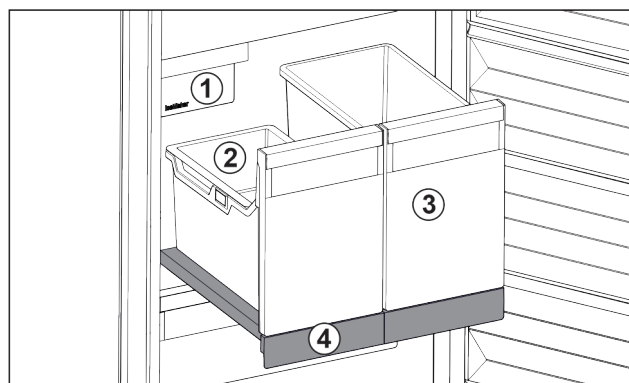

Fig. 98 Uttreksplate med IceTower
Det er to høye beholdere (IceTower) på uttreksplaten. I beholderen Fig. 98 (2) blir isbiter fra IceMaker samlet og lagret. Beholderen Fig. 98 (3) er egnet for lagring av høye matvarer som f.eks. pizzaer eller alkoholholdige drikkevarer.